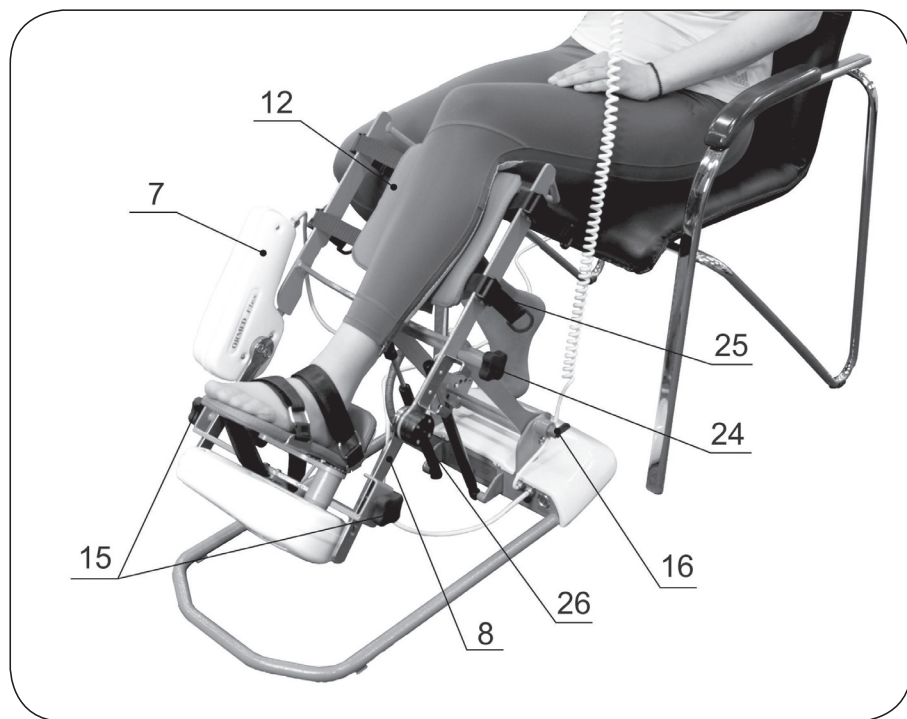

Рисунок 6.2 – Размещение пациента на аппарате
1. Разместите поврежденную конечность на аппарате как показано на рис. 6.2.